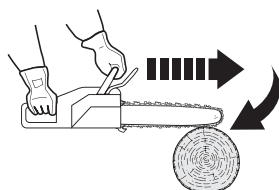

Fig. 34
1. Si la chaîne (14) est pincée contre le bord inférieur du guide-chaîne (13), l'appareil peut être projeté brutalement vers l'avant («patinage») (Fig. 34).